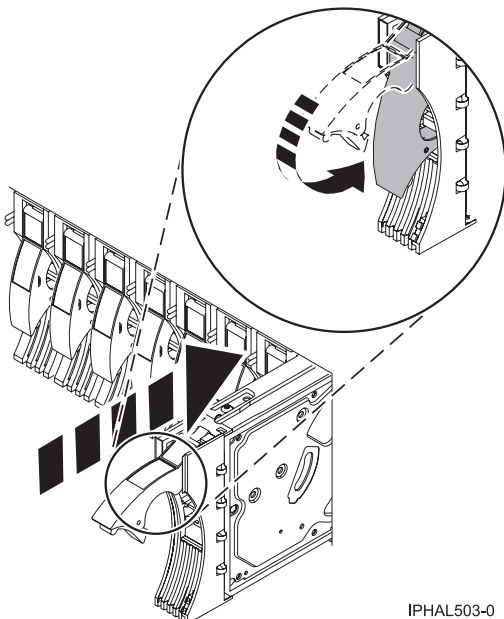

Figure 66. Installation d'une unité de disques sur un modèle or 7311-D20
12. Faites glisser complètement l'unité de disques dans l'unité centrale ou l'unité d'extension, puis bloquez-la dans son emplacement en poussant la poignée (voir figure 66).